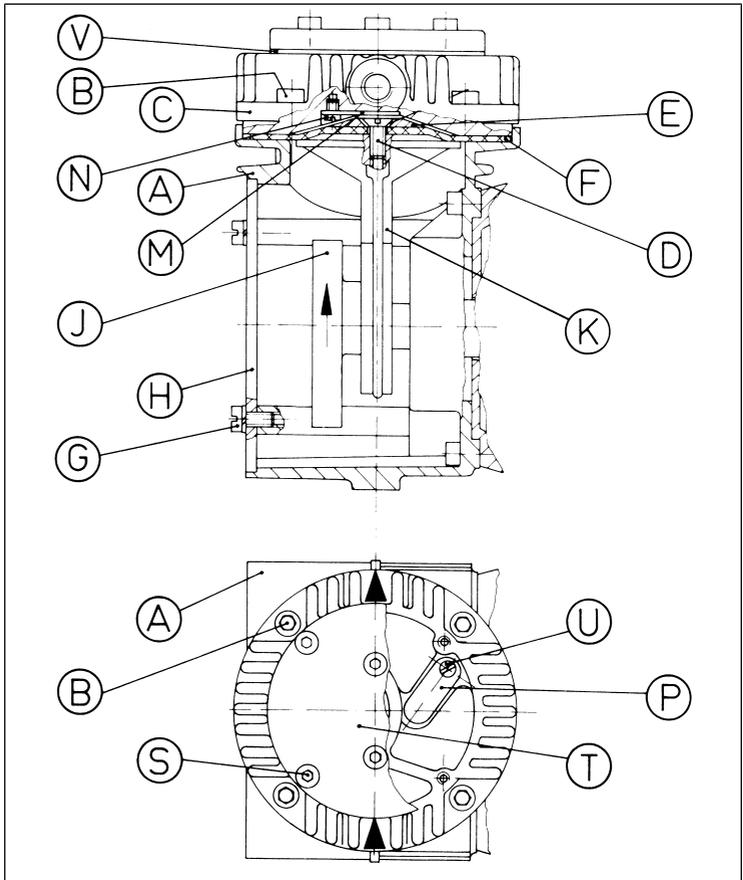

Abb.5: Pumpenteile
**nach Abb. 5
nach Abb. 5
Gewechselte Membrane und Ventile.	<ul style="list-style-type: none"> → Prüfen Sie die Schläuche auf Dichtigkeit. → Ziehen Sie eventuell die Schrauben (B) bzw. (S) (siehe Abb. 5) vorsichtig über Kreuz an.